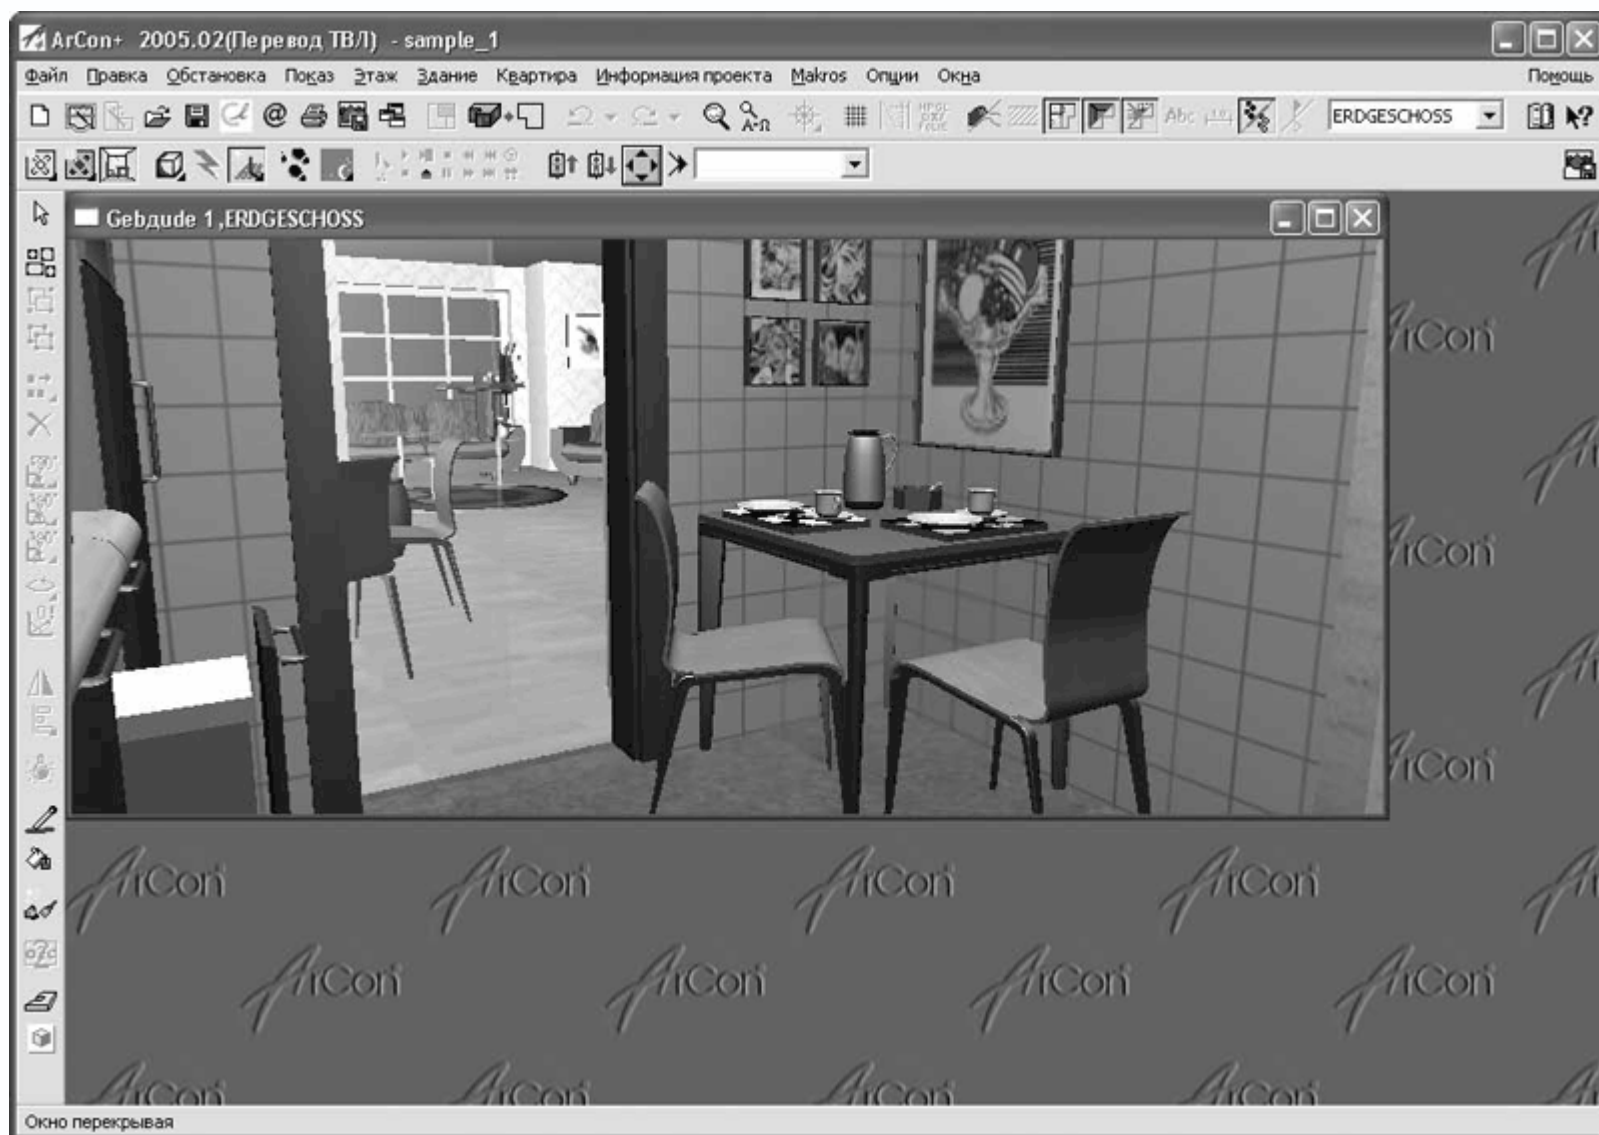

Рис. 1.51. Трехмерное представление проекта в режиме дизайна
- С переходом в режим дизайна (просмотр и редактирование). При этом можно перемещаться по трехмерной сцене, поворачивать ее, перемещать и редактировать отдельные объекты интерьера, настраивать освещение и т. п. На панелях инструментов становятся доступными кнопки для управления объектами, текстурами, представлением трехмерной сцены, визуализации и пр. Трехмерная сцена отрисовывается в том же окне, где до этого был двухмерный план здания (рис. 1.51). Перейти в режим дизайна можно с помощью кнопки Режим дизайна на горизонтальной панели инструментов или функциональной клавиши F12. Вы можете создать несколько окон для трехмерного представления проекта из различных точек обзора. Для этого можно выполнить команду Окна → Новый вид. Во всех созданных таким способом окнах проект будет находиться в режиме дизайна, а изменение объектов проекта, его размещения или текстур отобразится в остальных окнах. При переходе в режим конструирования дополнительные окна представления не закроются, однако в них проект также перейдет в режим конструирования.